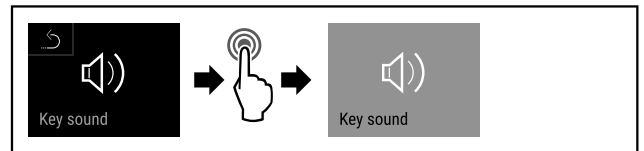

Fig. 112
- ▶ Eseguire i passi (vedere Fig. 112).